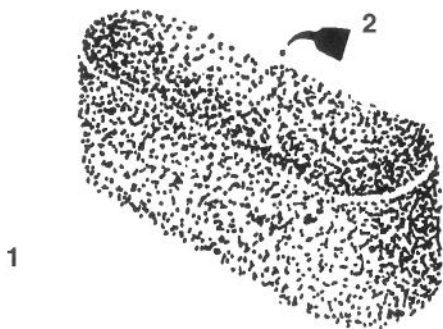

Figure 30
- C. Verser 30 à 60 ml d'huile sur l'élément (Fig. 30). Presser l'élément pour bien répartir l'huile.
3. Nettoyer la surface autour de la jauge d'huile (Fig. 30) pour éliminer les saletés qui pourraient tomber dans le trou de remplissage et endommager le moteur.
4. Dévisser la jauge et essuyer la tige sur un chiffon propre (Fig. 30).